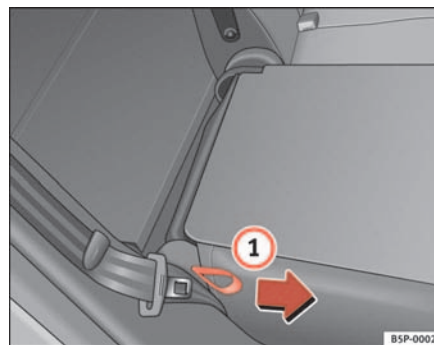

Fig. 100 Rebater ou levantar o encosto do banco traseiro
- Puxar a pega lateral do banco ⇒ fig. 100 **1** no sentido da seta e levantar o encosto até que encaixe.